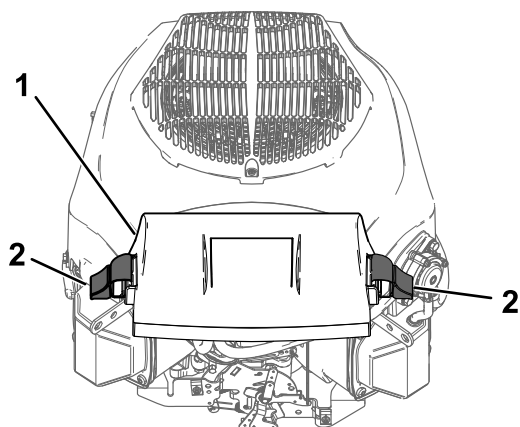

Figure 30
3. Posez le couvercle et fixez-le en place avec les attaches (Figure 30).